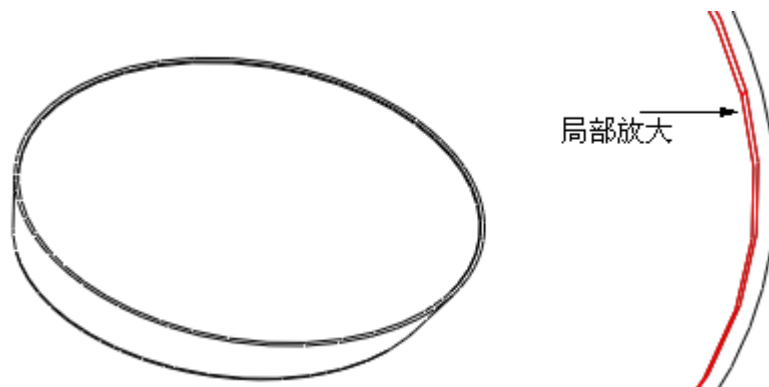

图 50-30
- (5) 单击草绘命令工具栏中的  按钮，完成草图绘制。
- (6) 调整拔模方向，单击特征操控板中的  按钮，完成特征的建立，如图 50-30 所示。